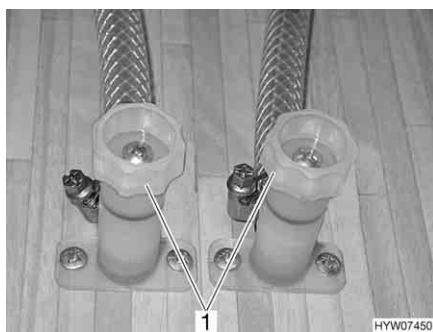

Fig. 107 Rubinetti di scarico per scaldacqua
- Chiudere i rubinetti di scarico. Ruotare i coperchi (Fig. 107,1) in senso orario. Ubicazione vedi capitolo 10, "Posizione dei rubinetti di scarico".
- Aprire i rubinetti di scarico dello scaldacqua. A tal fine ruotare i coperchi (Fig. 107,1) in senso antiorario.